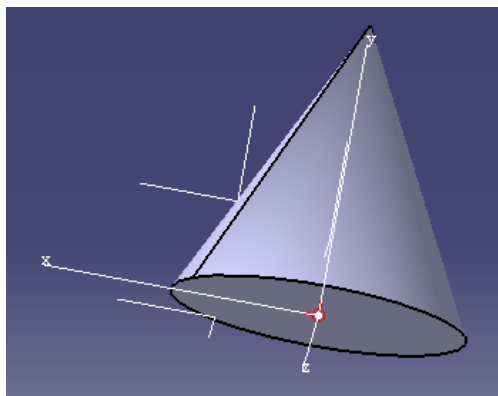

图 16-15
(2) 点击 **Generate** 键，其效果见图 16-15。